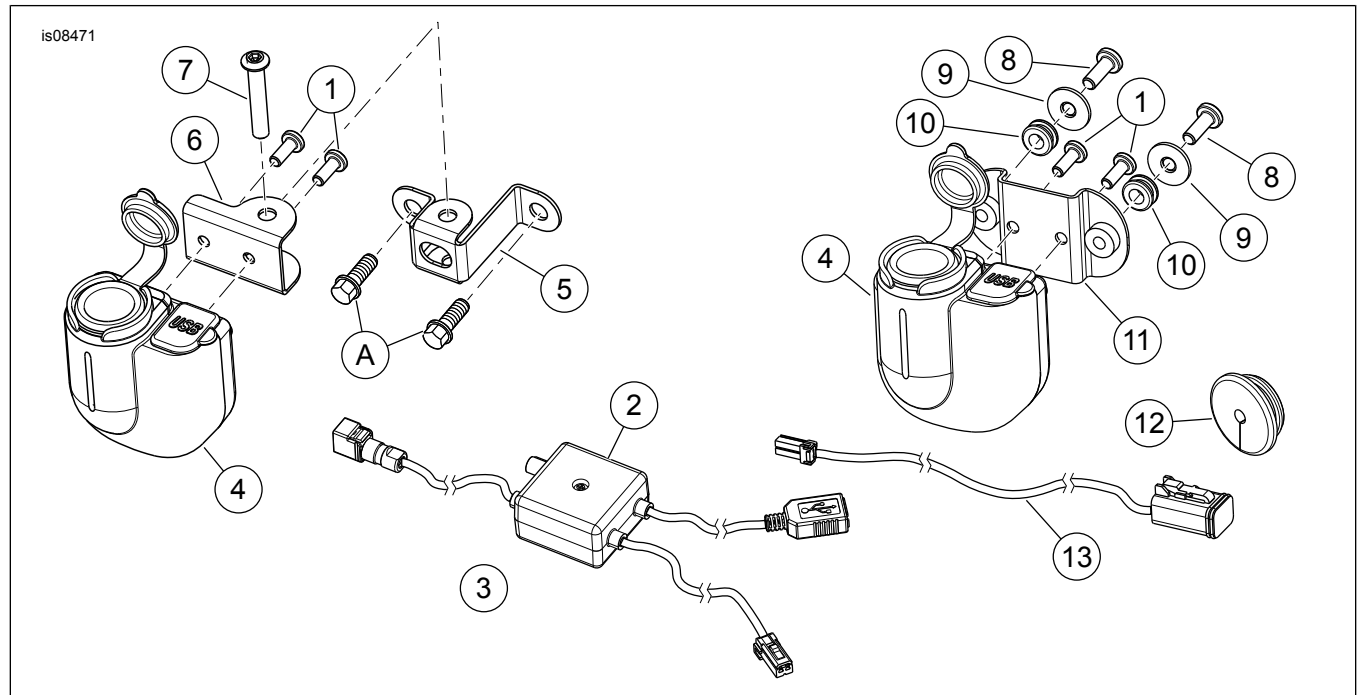

Figure 7. Pièces de rechange : prise USB/électrique
Voir Figure 7 et Tableau 1.
13. Voir Figure 7. Installer le câble (13) sur le bouchon accessoire. Consulter le manuel d'entretien.